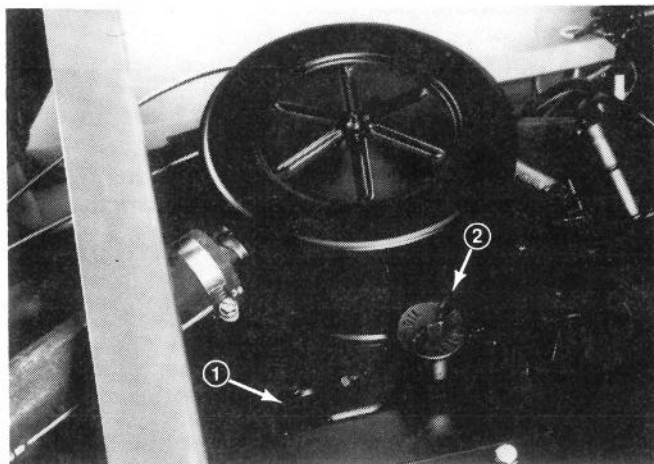

Fig. 4
2. Tag målepinden (Fig. 4) ud. Tør den af med en ren klud. Stik målepinden helt ned i hullet. Tag den så ud igen og kontrollér oliestanden. Hvis oliestanden er lav, tag påfyldningsdækslet af og fyld SAE 10W30 CD olie på, indtil olien står op til FULL (fuld) mærket på målepinden. FYLD IKKE FOR MEGET PÅ. Se skemaet over anbefalet olie på side DA-15.